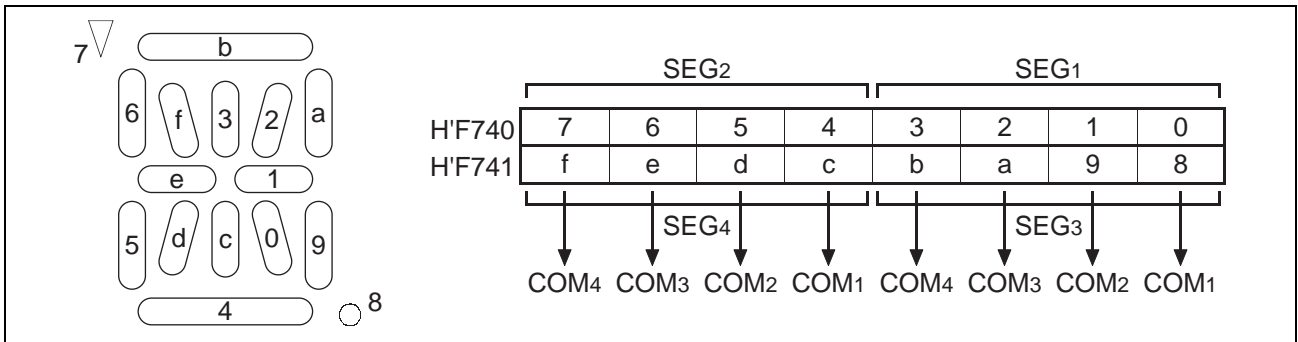

图 6 对应 LCD 点灯/不点灯的 LCD RAM 设定值的关系
(7) 从 8 位 16 段 LCD 右侧起的第 8 位显示和对应 SEG1~SEG4 的 LCD RAM 的关系如图 6 所示。如图 6 所示，如果给对应 0~f 的 LCD RAM 位置"1"，LCD 就点灯；清"0"则 LCD 不点灯。